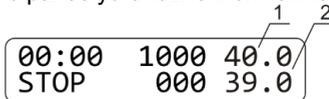

Рисунок 6. Дисплей после калибровки: 1. Установленная температура; 2. Текущая откалиброванная температура
- 6.4.8. Дисплей покажет откалиброванные значения температуры (рис. 6/1) и прибор продолжит термическую стабилизацию согласно ранее установленной температуре.